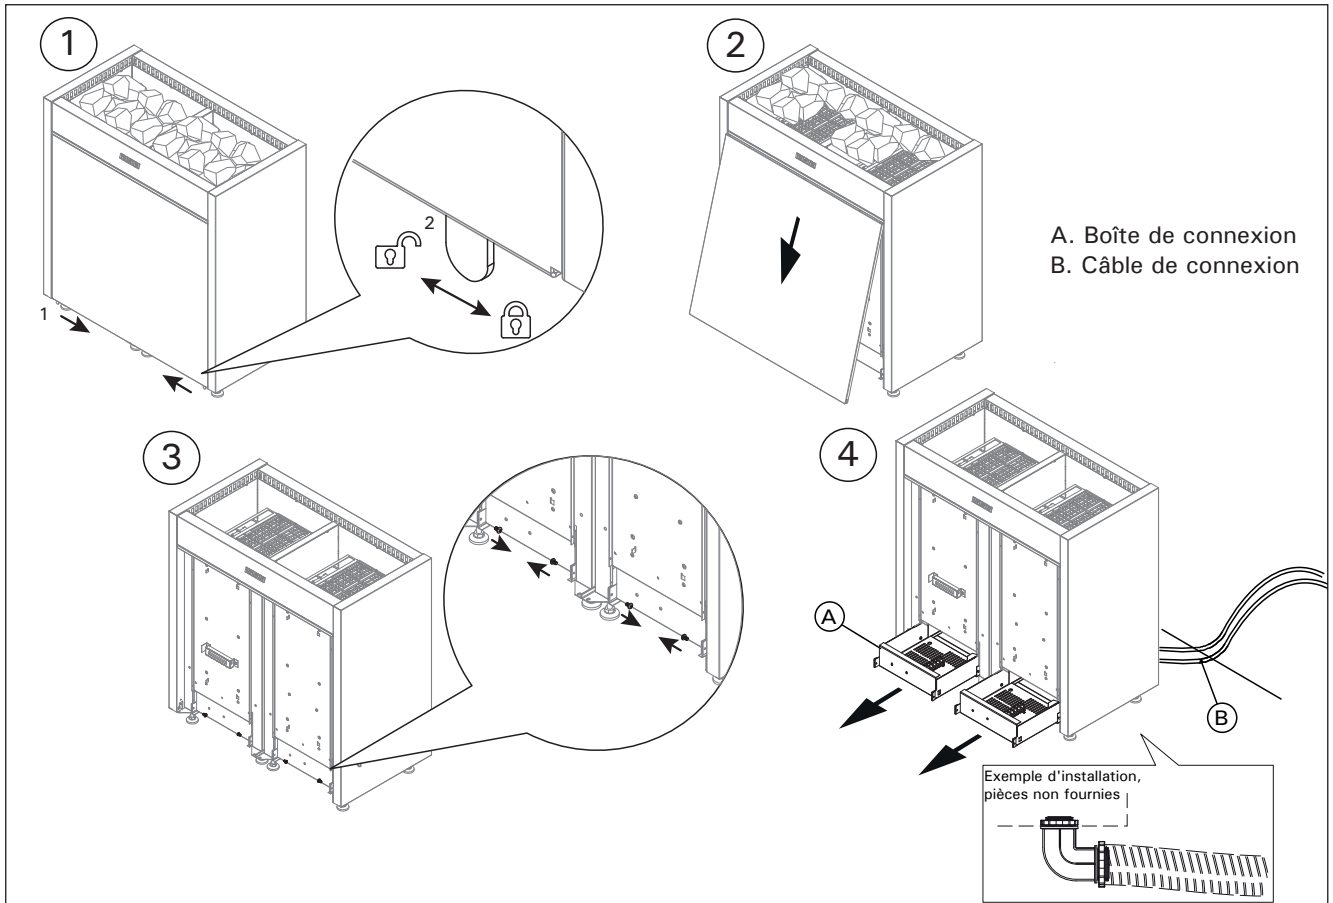

Figure 7. Ouverture du couvercle de la trappe d'entretien. Connexions du poêle.
2. Voir le schéma de câblage correspondant au modèle de poêle (voir fig. 7, Voir le manuel du centre de contrôle pour obtenir des instructions détaillées sur la connexion du poêle et du centre de contrôle). Le poêle doit être installé de manière permanente en utilisant une conduite hermétique entre le poêle et le mur de la cabine (les murettes de raccord ou prises de courant mâle ne sont pas autorisés dans la cabine). Le câblage doit être effectué par un électricien agréé qui doit suivre le schéma de câblage fourni et respecter les codes locaux. Utilisez du fil de cuivre du bon calibre pou-
Voir figure 7.